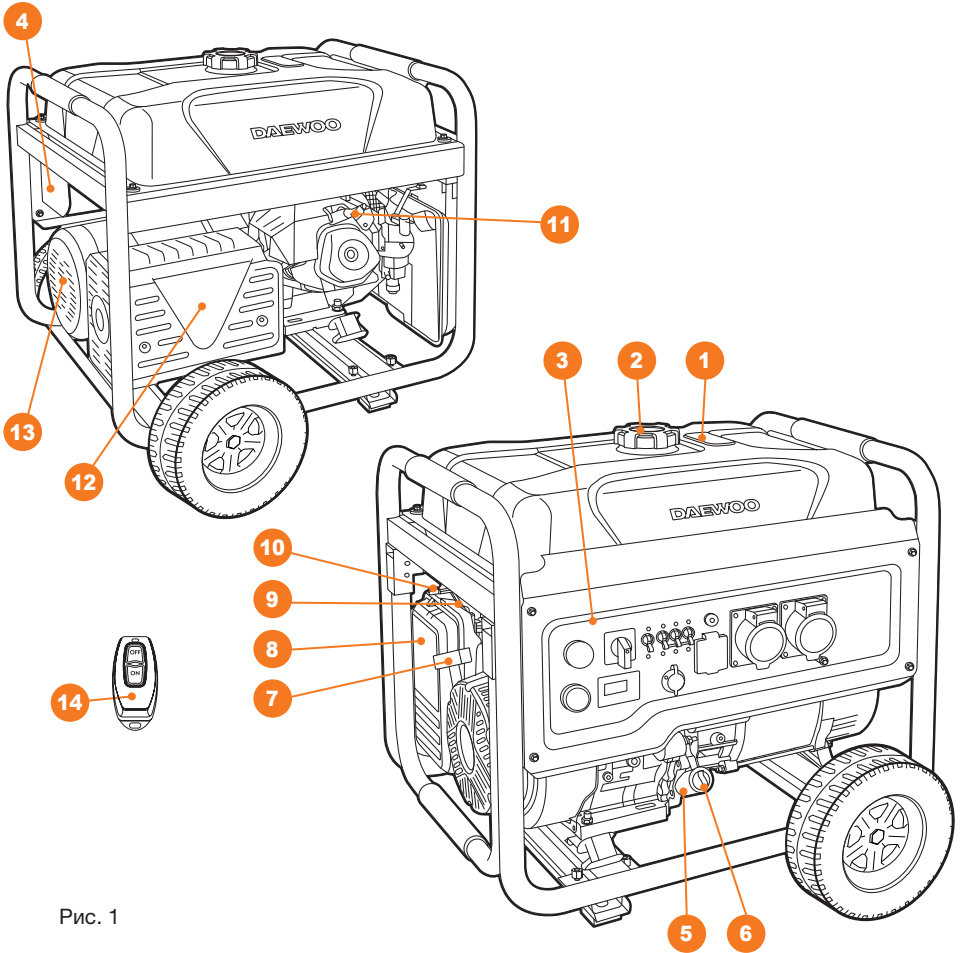
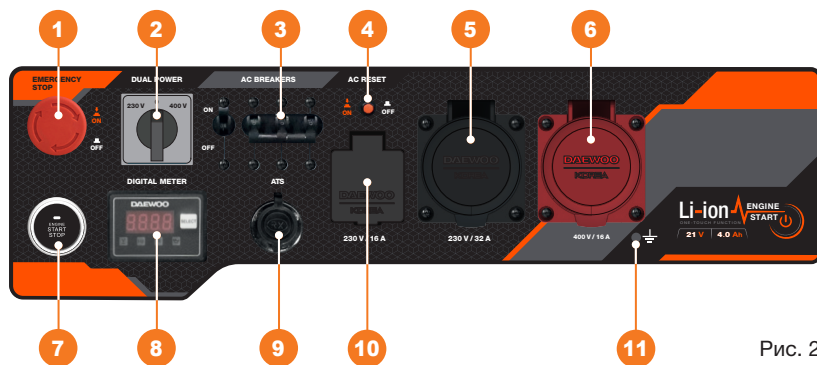

Рис. 1
Рис. 2
- Перед запуском генератора установите аккумулятор в специальный отсек 4 (Рис. 1).
- Выберите необходимый режим напряжения на переключателе 2 (Рис. 2).
- Отключите все ранее подключенные источники питания и поверните кнопку экстренной остановки 1 (Рис. 2) по стрелкам до щелчка. При щелчке кнопка выскакивает в сторону оператора, это нормальная работа кнопки.
- Откройте топливный кран 3 (Рис. 1), переведите рычаг в положение «ОТКРЫТО» (OPEN).
- Нажмите кнопку запуска генератора 7 (Рис. 2) в одно касание, при ручном запуске потяните ручку стартера 7 (Рис. 1).
- Плавно вытяните рукоятку стартера 7 (Рис. 1) на 5-10 см, пока не почувствуете сопротивление. Затем плавным, но быстрым (без рывка) движением вытяните стартер.
- Подключите электрооборудование или переведите аварийный выключатель в положение «**ВКЛ**» (ON).
В случае экстренной ситуации нажмите (утопите) кнопку экстренной остановки **1** (Рис. 2). Двигатель генератора при этом остановится незамедлительно.